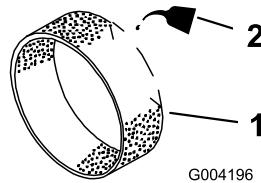

Figura 19
3. Applicate circa 30–60 ml d'olio sul prefiltro (Figura 19).